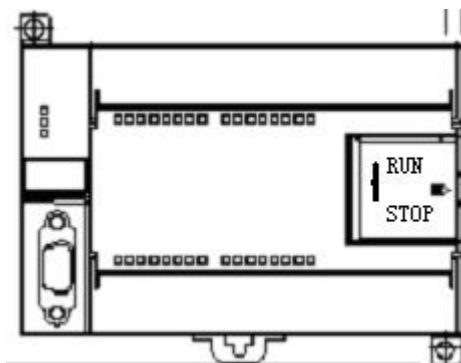

图 1-2-12 S7-200 PLC
- 5、查看西门子 PLC 硬件上“模式选择”选项，把它拨到“STOP”模式，如图 1-2-12 所示；